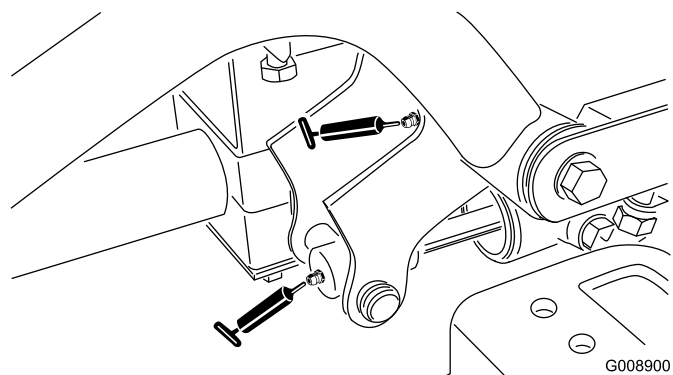

図 50
- ・ 右前昇降アームのピボット昇降シリンダ (2ヶ所) (図 50)